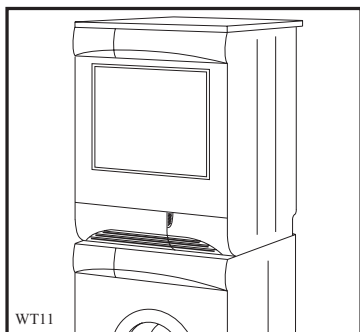

рис. 7
- модели с дверцей на плинтусе. (рис. 7 и 8)